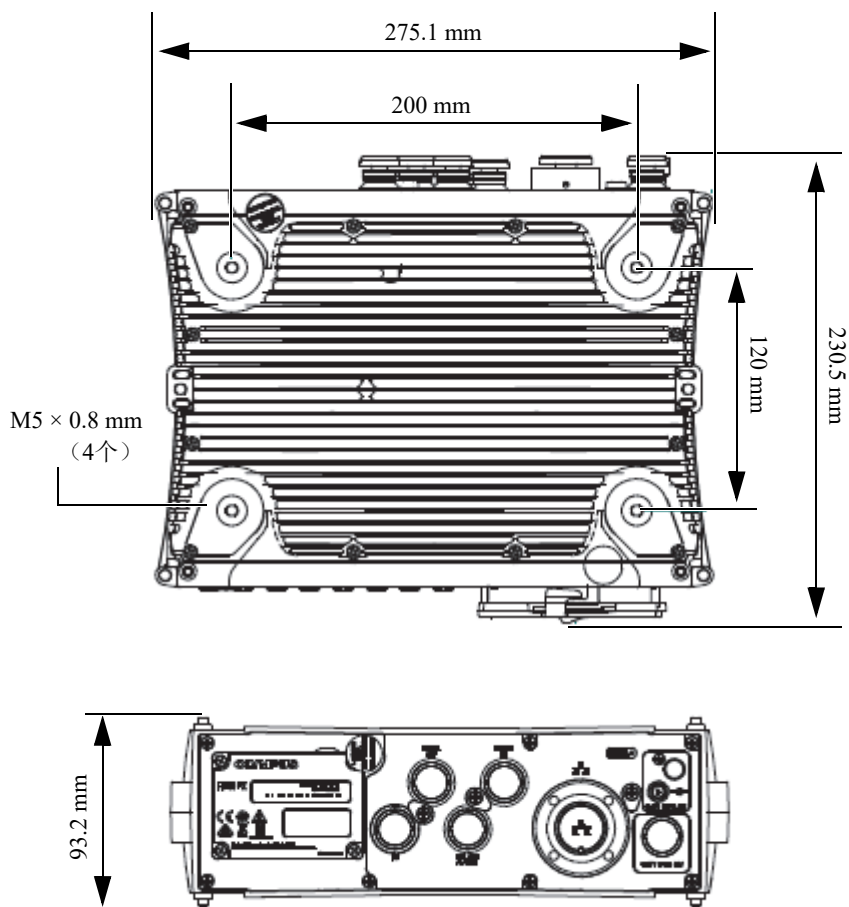

图 2-6 安装螺钉的部位和相关测量值
- ◆ 使用4个M5螺钉将FOCUS PX仪器固定到扫查器上，M5螺钉要安装到仪器顶部和底部的孔中（参见第34页的图 2-6）。螺纹深度为9毫米。